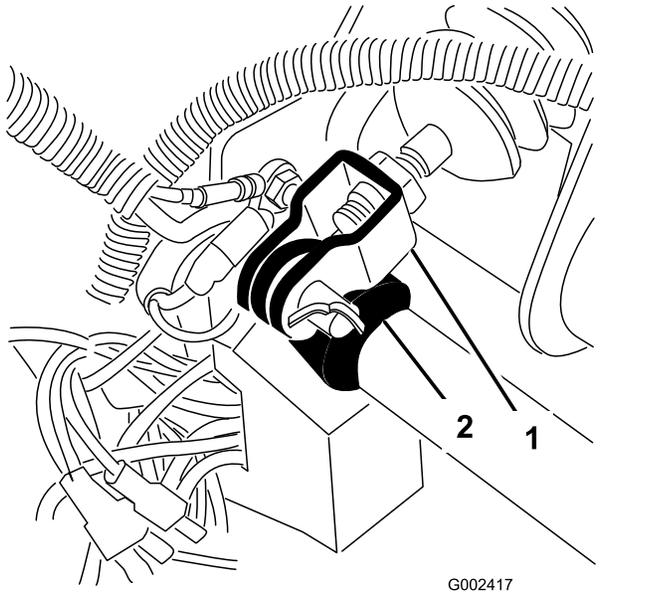

图65
1. 取下将主汽缸钗固定到刹车踏板枢轴上的开口销和柱销 图65。